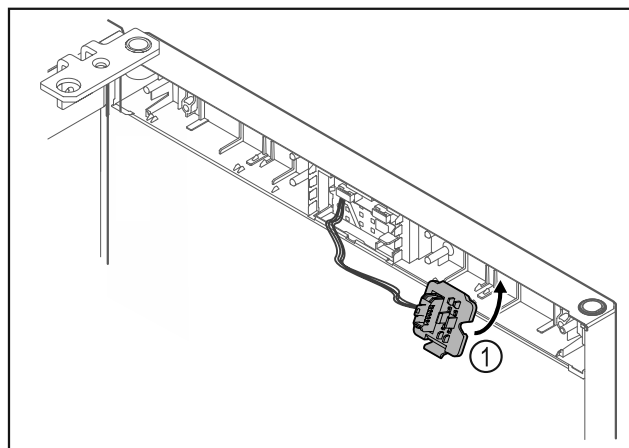

Fig. 21
- Encajar el soporte del conector Fig. 21 (1) en el lado contrario.